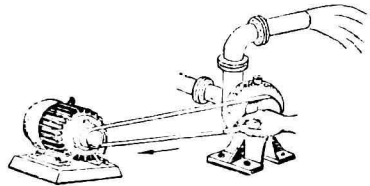

图 3—10 皮带上蜡
4. 用皮带传动时, 应保持皮带工作面的清洁, 不使受潮, 皮带打滑时, 要及时上一些皮带蜡 (图 3—10)。